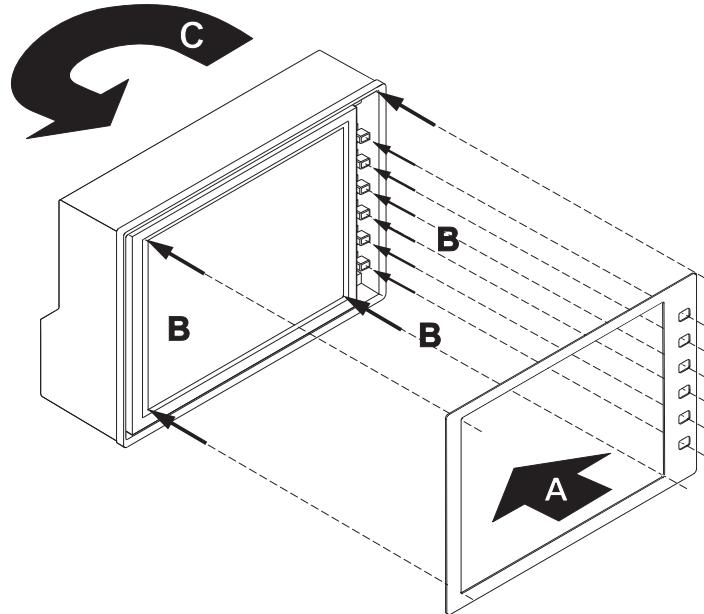

Bild D 7-8: Einsetzen und Befestigen der neuen Skala
7. Nehmen Sie die neue selbstklebende Skala (Ersatzteil-Nr. 167203) und entfernen Sie die Schutzfolie von der Rückseite (A). Die sechs kleinen Aussparungen der Skala müssen genau über die sechs Tasten platziert werden. Achten Sie auch darauf, dass die die große Aussparung genau über der Anzeigefläche des Displays zu liegen kommt (B). Kleben Sie die Skala auf dem Display fest. Achten Sie darauf, die Tasten und das Display nicht zu beschädigen! Drehen Sie das Gehäuse wieder zurück in seine vorherige Position (C). (Bild D 7-8)